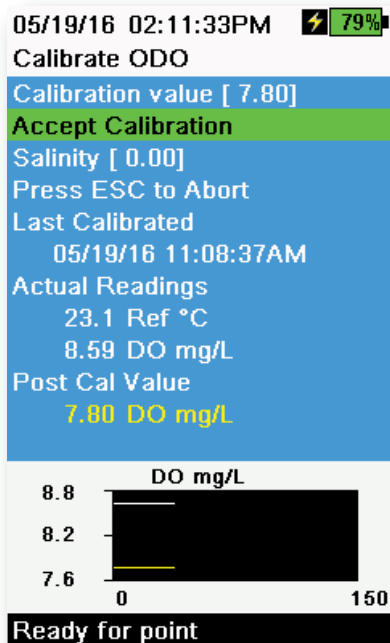

Figura 52 Calibra ODO mg/L
5. Osservare le letture delle misure effettive per la stabilità (la linea bianca sul grafico non mostra alcun cambiamento significativo per 40 secondi), quindi selezionare **Accept Calibration (Accetta calibrazione)** (Figura 52). "Calibrazione riuscita!" sarà visualizzato nell'area dei messaggi.